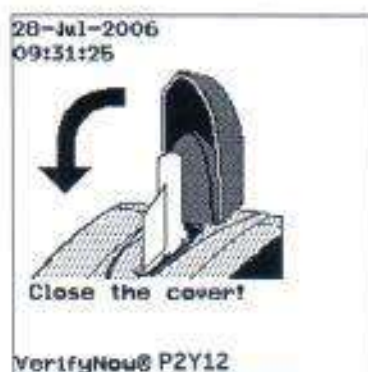

Figura 5-11 Cerrar la cubierta
12. Cierre la cubierta del puerto de prueba (Figura 5-11).